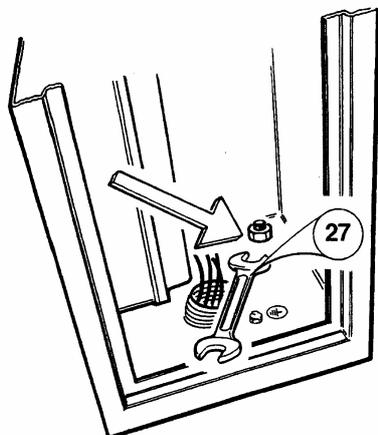

Рис. 6 Крепление шлагбаума.
1. Установите шлагбаум на пластину основания, закрепив его гайками (рис. 6);